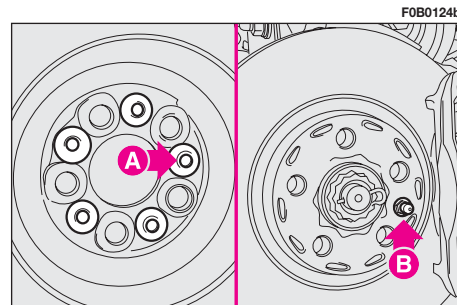

fig. 9
20) monte la rueda de repuesto, haciendo coincidir uno de los orificios **A**-fig. 9 con el perno de centrado **B** luego, utilizando la palanca de accionamiento apriete los tornillos;